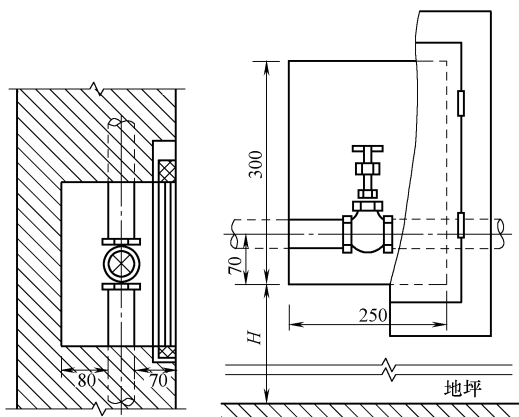

图 3-7 管道检修门
(1) 管道暗装时,必须考虑便于安装和检修。给水水平干管宜敷设在地下室、设备层、吊顶或管沟内,立管和支管可设在管道井或管槽内。管道井的尺寸应根据管道的数量、管径大小、排列方式、维修条件,并结合建筑平面的结构形式等合理确定。当需进入检修时,其通道宽度不宜小于0.6m。管道井应每层设检修门,暗装在顶棚或管槽内的管道在阀门处应留有检修门,检修门应开向走廊,如图3-7所示。